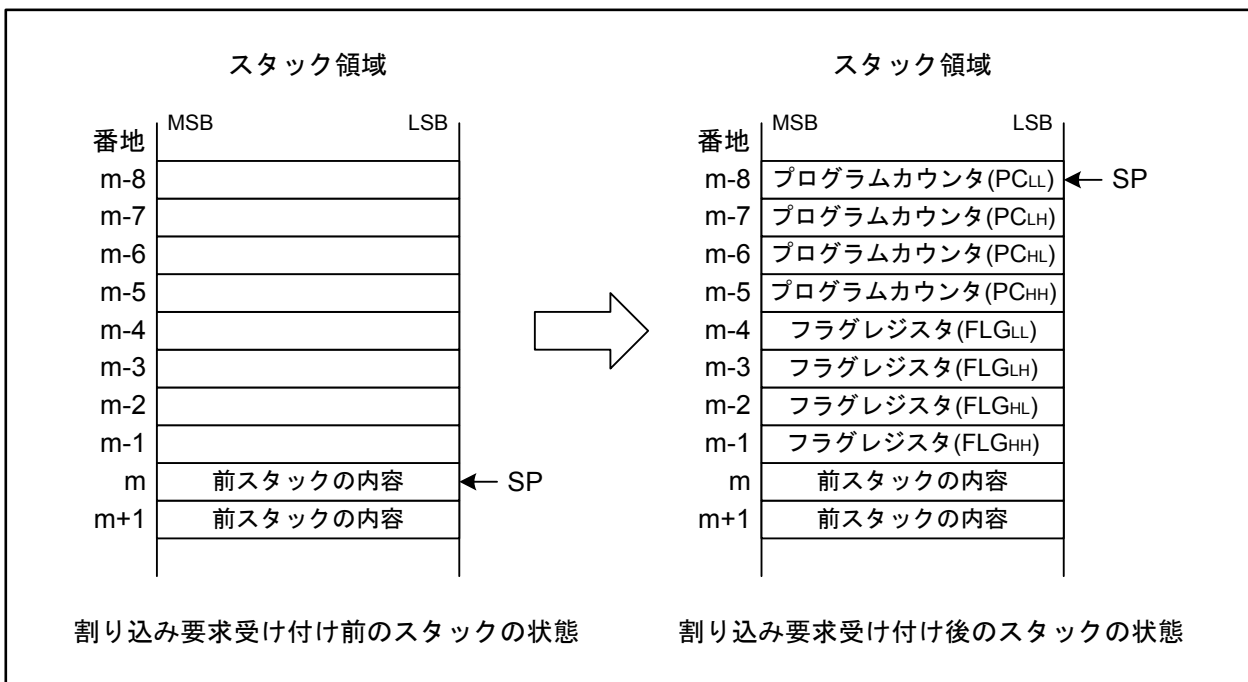

図 11.7 割り込み要求受け付け前後のスタックの状態
割り込みシーケンスでは、フラグレジスタ (FLG) とプログラムカウンタ (PC) の内容だけがスタック領域に退避されます。スタック領域へ退避する順番は、フラグレジスタ→プログラムカウンタの順です。図 11.7に割り込み要求受け付け前後のスタックの状態を示します。